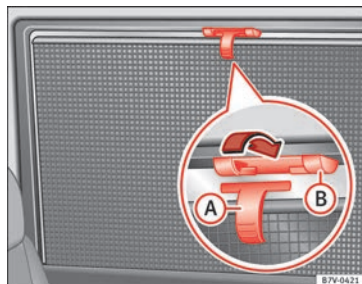

Fig. 143 Dans la fenêtre arrière droite : stores.
- Tirez complètement sur le store grâce à la poignée » fig. 143 (A) vers le haut.
- Accrochez la tige de fixation par les deux œillets dans les logements prévus à cet effet (B). Vérifiez que le store baissé est fixé de manière sûre dans les logements prévus à cet effet (B).